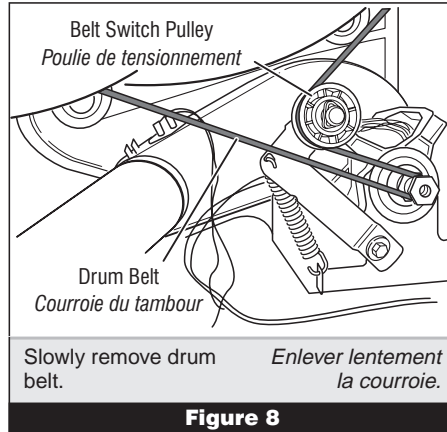

Figure 8
4. Check the belt switch and drive motor. Access the belt switch and drive motor by removing the back panel. See Removing the Back Panel, page 16. Slowly remove the drum belt from the spring-loaded belt switch pulley, gently letting the belt switch pulley down. See figure 8.
4. Contrôler le contacteur du tensionneur de courroie et le moteur d'entraînement. Ôter le panneau arrière pour accéder au moteur d'entraînement et au contacteur du tensionneur de courroie. Voir Dépose du panneau arrière, page 16. Séparer lentement la courroie du tambour de la poulie de tensionnement chargée par ressort; laisser la poulie de tensionnement descendre doucement. Voir la figure 8.